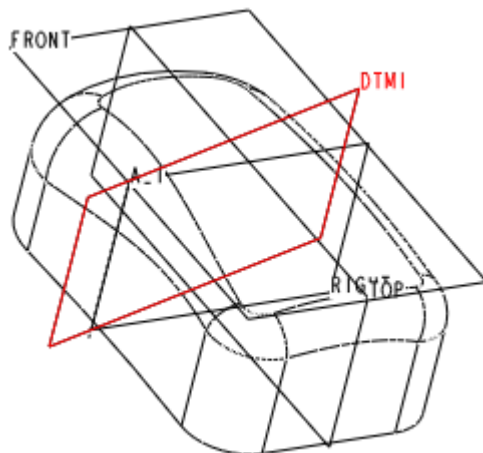

图 42-15
(3) 单击【确定】，完成基准平面的建立如图 42-15 所示。